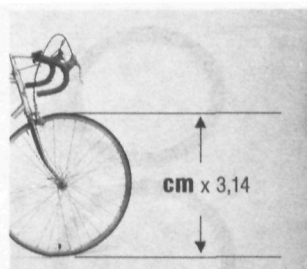

Fig. 12
- De wielmotrek moet in centimeters (b.v. 213 cm) gemeten en ingegeven worden (fig. 12).
Il faut mesurer la circonférence de la roue et la mémoriser comme donnée en centimètre (cf. figure 12), (par exemple 2.13 cm).
Misura la circonferenza della ruota e trasformare il valore in centimetri (ad esempio cm 213) come appare in fig. 12. Quindi inserire tale valore nel computer nel modo seguente: